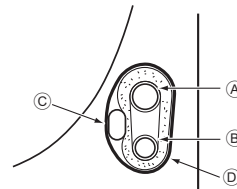
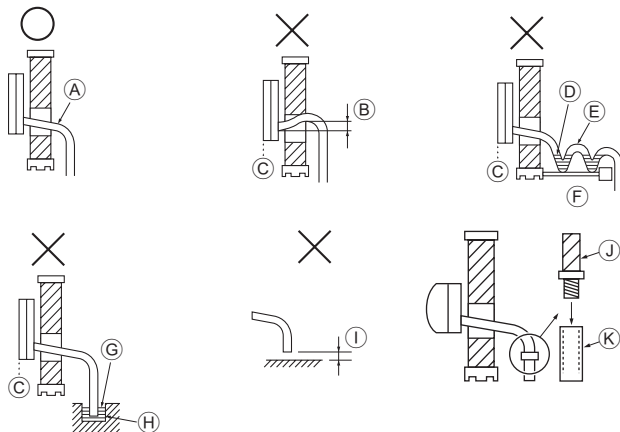

Fig. 4-4
Fig. 5-1
4.4.1. Alojamiento en el espacio para tuberías de la unidad (Fig. 4-4)
- (A) Tubo de gas
- (B) Tubo de líquido
- (C) Cable de conexión interior/exterior
- (D) Cinta de fieltro ③
5.1. Tubería de drenaje (Fig. 5-1)